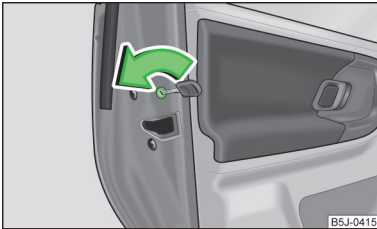

Abb. 27
- Den Schlitz der Sicherung in Pfeilrichtung drehen » Abb. 27 (bei der rechten Tür spiegelverkehrt).
- Den Schlitz der Sicherung entgegen der Pfeilrichtung drehen » Abb. 27 (bei der rechten Tür spiegelverkehrt).